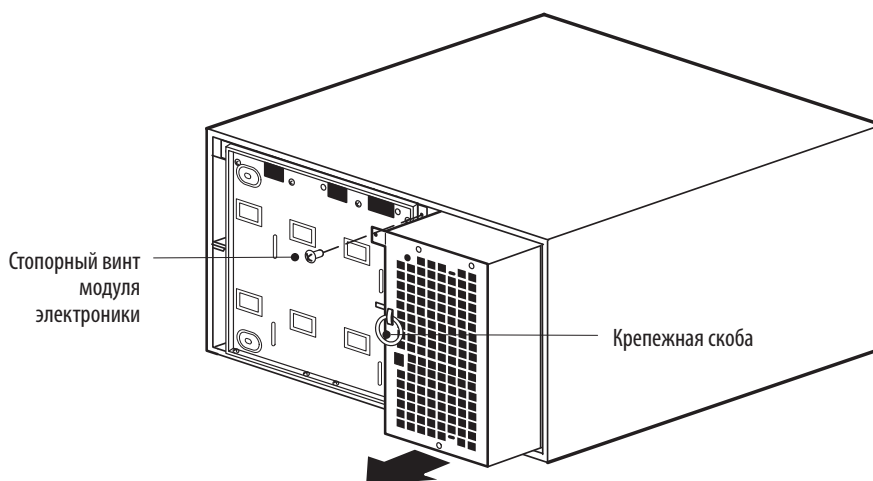

Рисунок 21. Извлечение модуля электроники
10. Извлеките модуль электроники и отложите его (см. рисунок 21):
17. Повторно установите стопорный винт модуля электроники (см. рисунок 21 на странице 24).